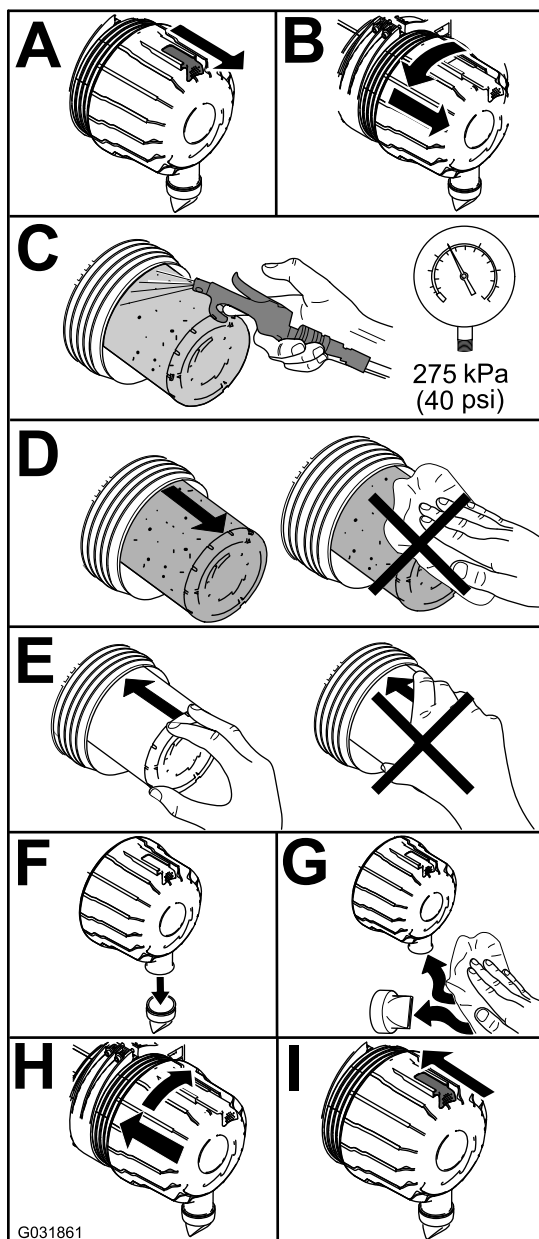

Figure 70
1. Remplacez le filtre à air (Figure 70).